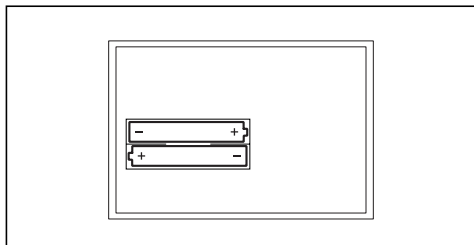

Рис. 4.2 Заміна батарей
- Замініте батареї (2x AAA-LR03; Рис. 4.2).